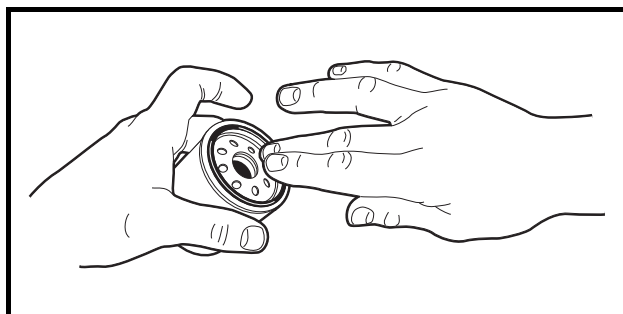

Figure 38 Enduire le joint en caoutchouc du filtre à huile.
11. Installer un nouveau filtre à huile (n° de pièce CCI 1016467) sur l'orifice du filtre à huile du moteur. Enduire d'une couche légère de graisse au lithium blanc NLGI qualité 2 (BR2-Plus de Dow Corning® ou équivalente) ou d'huile moteur neuve le joint en caoutchouc autour de la surface extérieure du filtre avant de le monter à l'orifice du filtre à huile (**Figure 38**). Ceci aidera à assurer l'étanchéité entre le filtre à huile et son support de montage.